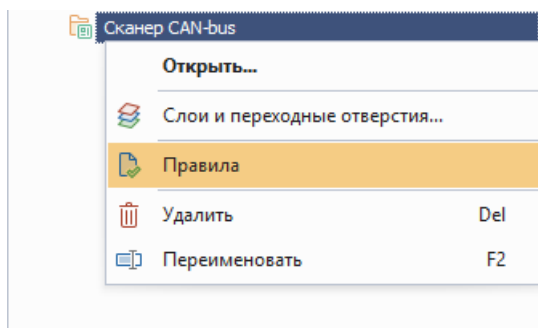

Рис. 130 Вызов редактора правил шаблона платы
2. Вызовите контекстное меню и выберите пункт «Правила», Рис. 130.